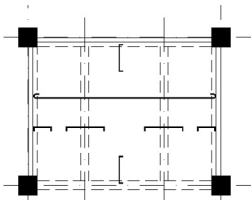
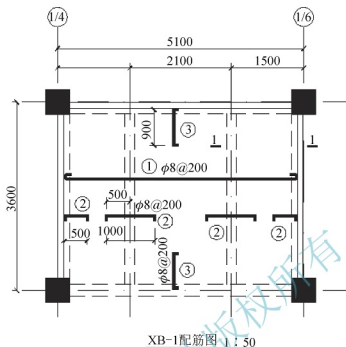

图 5.56 绘制拉结钢筋
图 5.58 XB-1 配筋图
结果如图 5.56 所示。拉结钢筋的线宽为中粗线, 即 $0.7\text{mm} \times 50 = 35\text{mm}$, 支座钢筋的长度如图 5.58 所示, 向下弯钩长度为 $100\text{mm} - 1 \times 15\text{mm} = 85\text{mm}$ 。
(4) 以 1 : 50 的标注样式为当前标注样式, 标注板上部的拉结钢筋的尺寸, 结果如图 5.58 所示。